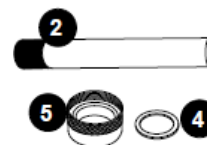

Figura 8.5g
Você perceberá que há uma arruela de compressão de aço inoxidável (4) que desliza por sobre o tubo de quartzo, guarde esta arruela (4) para uso posterior, Figura 8.5g.